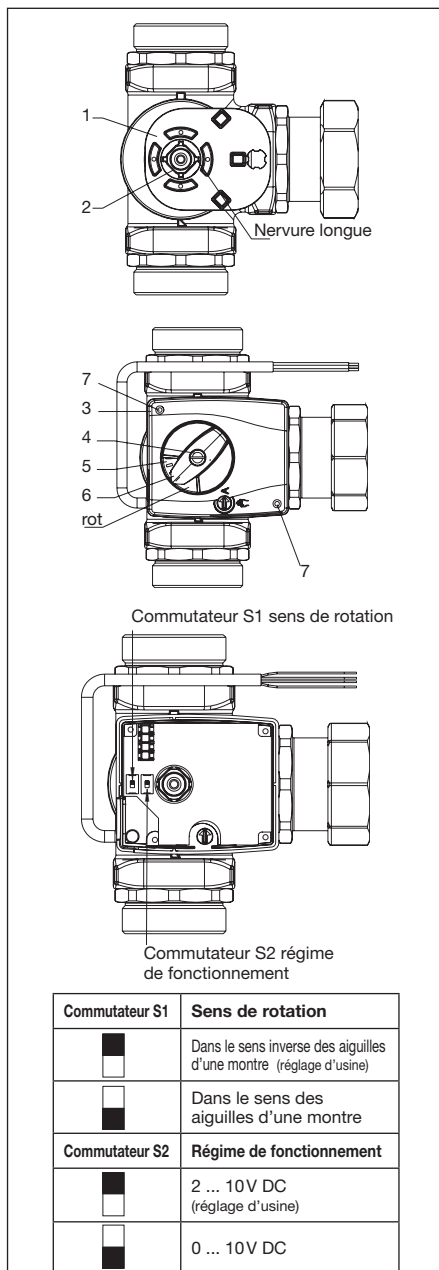

Fig. 5.2 Montage vanne mélangeuse à trois voies DN40 / DN50
- Placer le dispositif anti-torsion (1) sur la vanne mélangeuse comme indiqué sur la fig. 5.2.
- Monter l'adaptateur (2) sur le boisseau de la vanne jusqu'en butée. Tenir compte du méplat!
- Monter le moteur (3) sur le boisseau de la vanne avec l'adaptateur et le dispositif anti-torsion.
- Monter l'affichage du sens de rotation (5) sur l'arbre du mélangeur avec la flèche se trouvant dans la zone rouge (butée à gauche).
- Insérer la vis (4) avec la rondelle dentelée et la serrer avec un couple de 5 Nm.
- Desserrer les vis (4, 7) comme indiqué sur la fig. 5.2 et enlever le couvercle du boîtier.